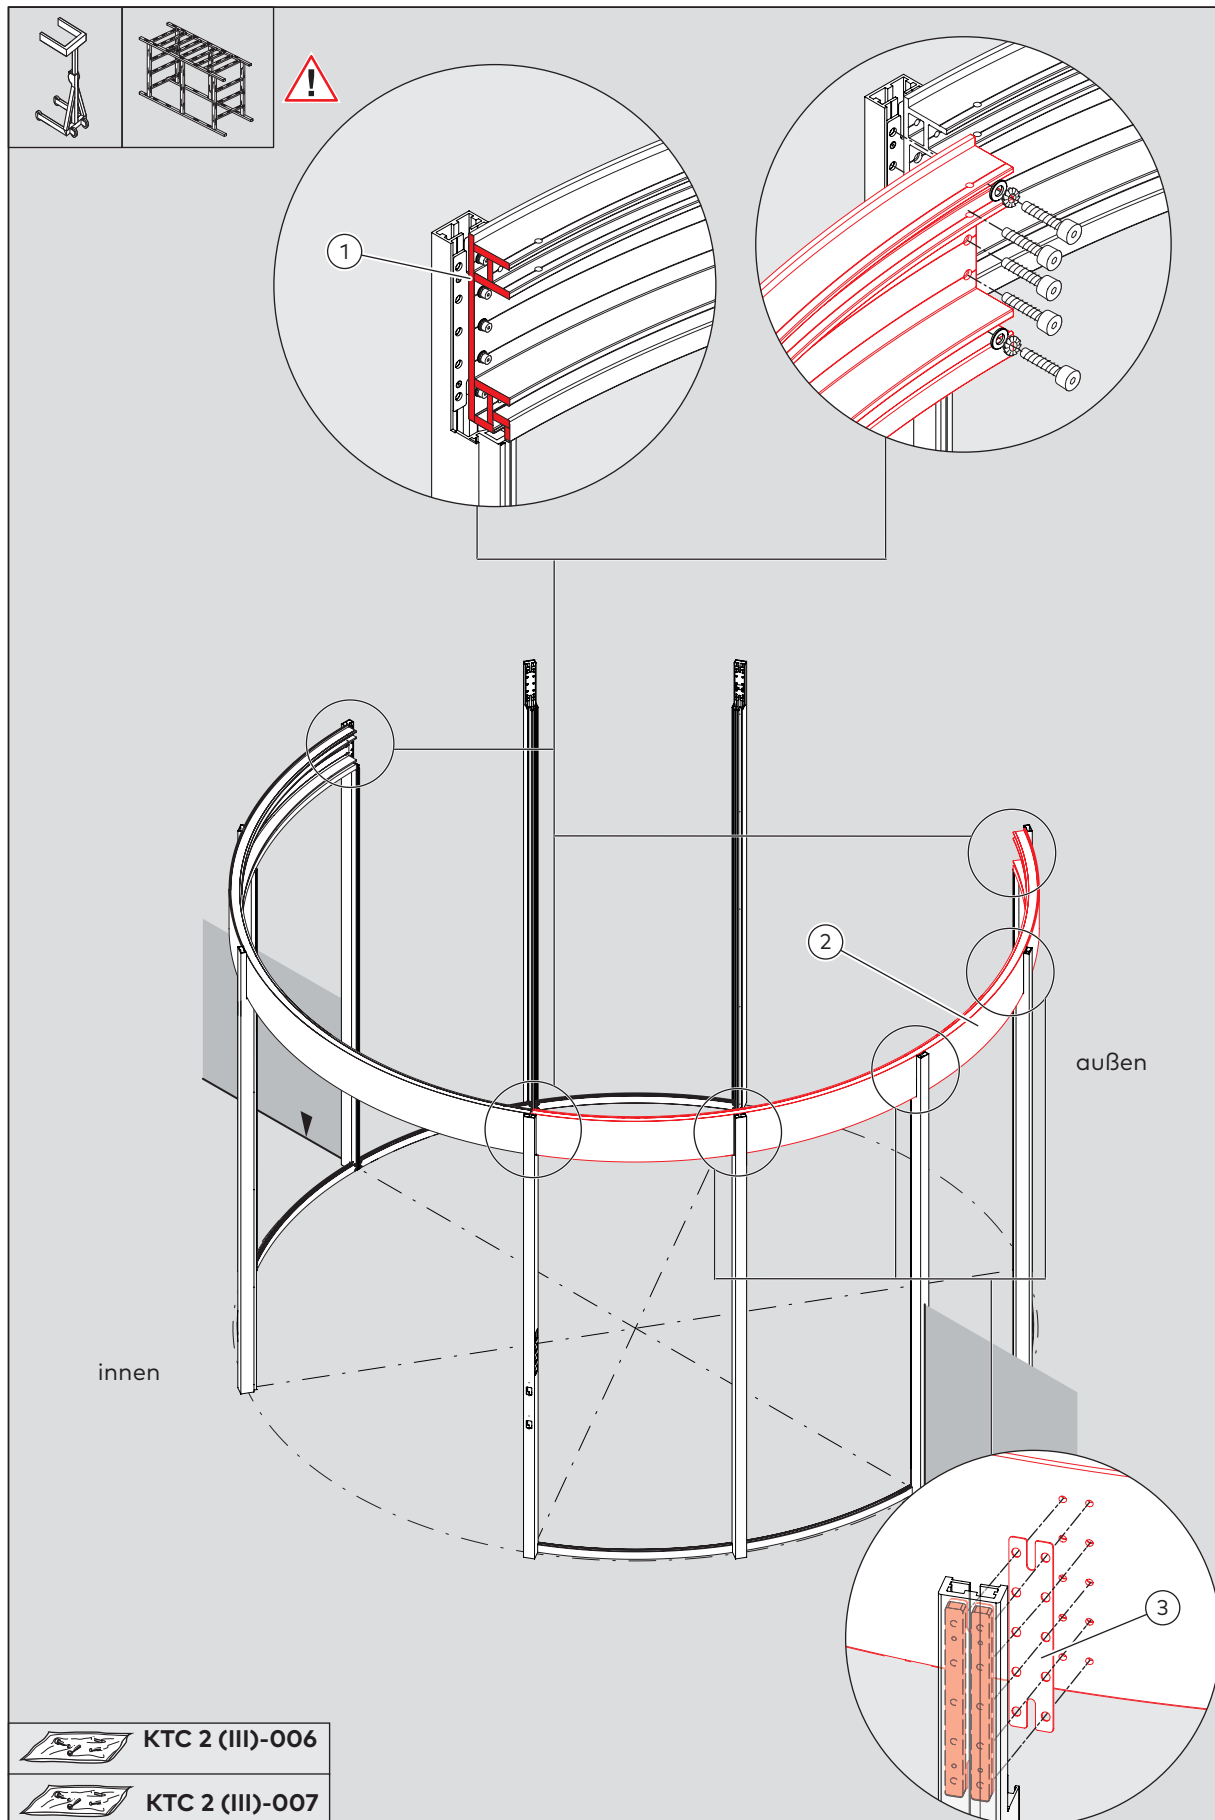

Abb. 32 Montage der mittleren Laufschiene
3. Sicherstellen, dass die Schalldämmung (Abb. 32/1) an den Enden der Laufschiene angebracht ist.
4. Die mittlere Laufschiene (Abb. 32/2) mit 1 Distanzplatte (Abb. 32/3) pro Pfosten an den